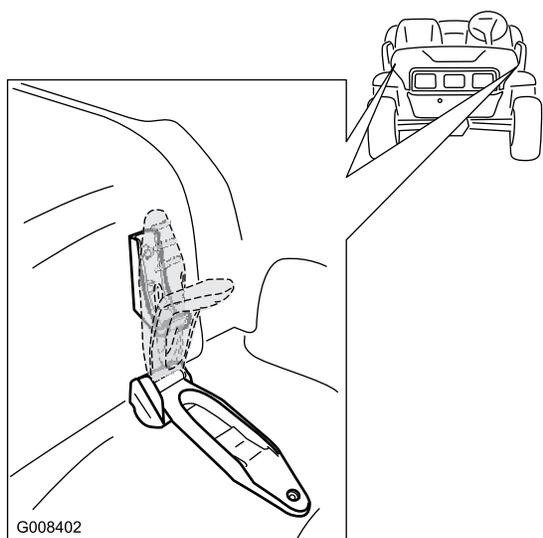

Figura 25
1. Sollevate la stegola dei fermi in gomma su ciascun lato del cofano (**Figura 25**).
2. Fissate il cofano allineando i fermi in gomma sugli ancoraggi dei fermi su ciascun lato del cofano (**Figura 25**).